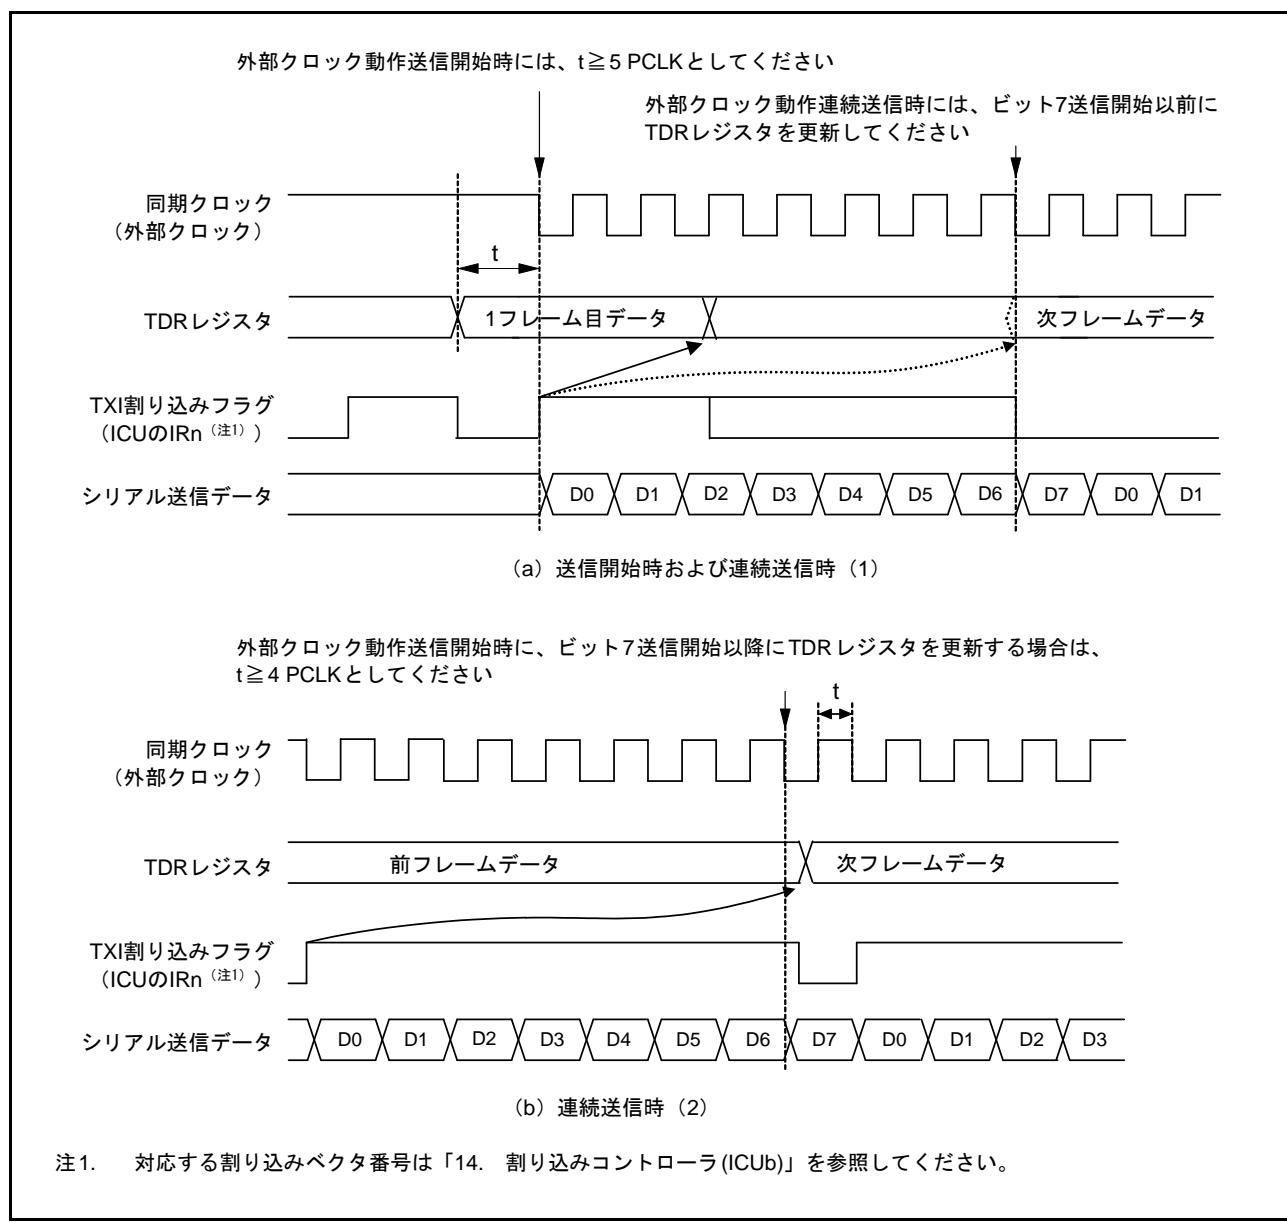

図 28.76 クロック同期式モード送信での外部クロック使用の制約事項
CPU、DMAC または DTC による TDR レジスタの更新後、PCLK で 5 クロック以上経過した後に送信クロックを入力してください（図 28.76 参照）。
- (a) ビット 7 の送信クロックの立ち下がり以前に、TDR レジスタまたは TDRL レジスタに次の送信データを書き込んでください（図 28.76 参照）。
- (b) ビット 7 送信開始以降に TDR レジスタを更新する場合は、同期クロックが Low の期間に TDR レジスタを更新し、かつビット 7 の送信クロックの High 幅を、4 PCLK 以上にしてください（図 28.76 参照）。